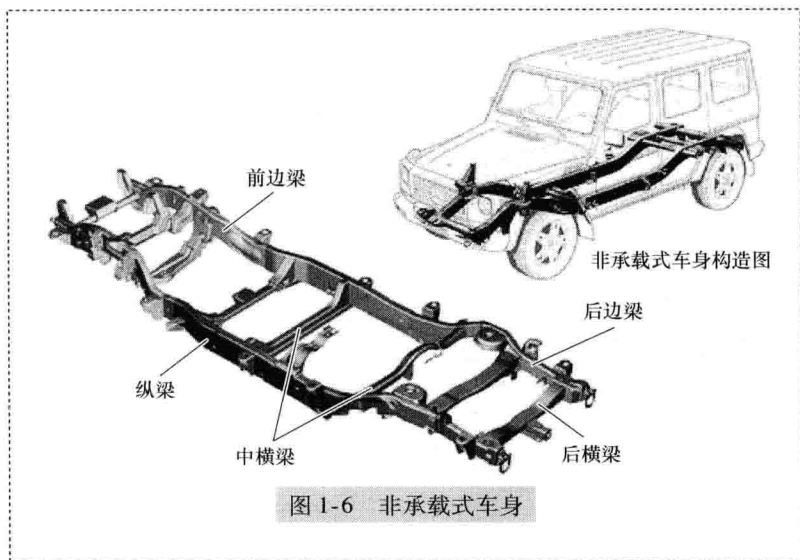

图 1-6 非承载式车身
(1) 非承载式车身的特点 图 1-6 所示为非承载式车身。采用承载式车身的汽车,其发动机、传动系统、车身的总成部分是固定在一个刚性车架上,车架通过前后悬架与车轮相连,如图 1-7 所示。非承载式车身与车架通过弹簧或橡胶垫柔性连接在一起。在这种情况下,安装在车架上的车身对车架的紧固作用不大。而车架则承受发动机及底盘各部件的重力、这些部件工作时通过其支架传递的力以及汽车行驶时由路面通过车轮和悬架传来的力,其中悬架传来的力对车架或车身影响最大。图 1-8 中车架上圈出的部位为车架刚度较小的部位,主要用来缓冲和吸收来自汽车前端或后端的碰撞能量。车身通过橡胶件固定在车架上,橡胶件同样能减缓从车架传至车身上的振动效应。遇有强烈振动时,橡胶垫上的螺栓可能会损坏,并导致车架与车身上出现间隙。由于振动的大小和方向不同,可能会出现车架受到损伤而车身却没有损伤的情况。